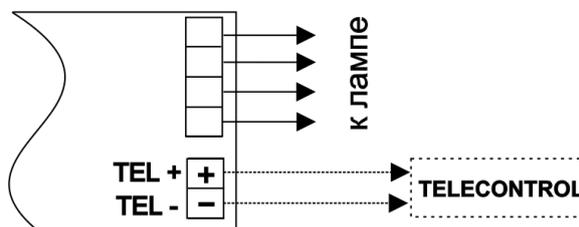

Рис.2
- 3.6 Устройство TELECONTROL подключается непосредственно к клеммам расположенным на плате. При подключении необходимо соблюдать полярность, сечение провода 0,5-1,0 мм² (см. рис.2).